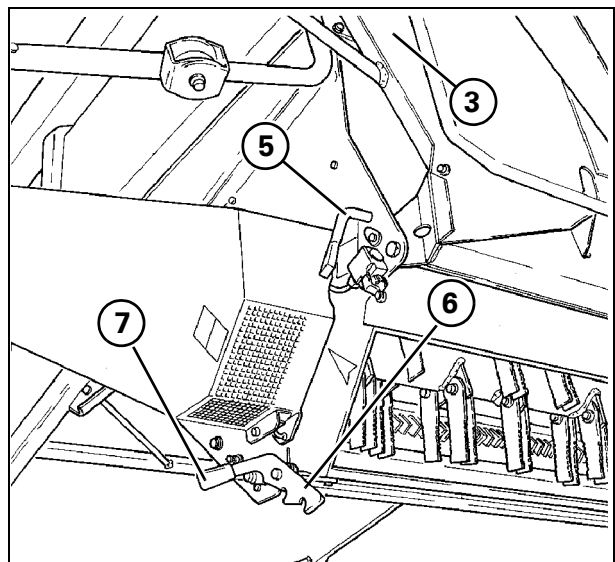

Рис. 24
При движении по дорогам ротор соломо-резки должен быть заблокирован, а разбрасыватель (3) должен находиться в рабочем положении, как показано на Рис. 23. При буксировке комбайном прицепа жатки разбрасыватель (3) должен быть направлен вверх, как показано на Рис. 24. Для того чтобы поднять разбрасыватель вверх, отпустите блокировочное устройство (6) при помощи рычага (7), поверните разбрасыватель (3) вверх и закрепите его при помощи блокировочного устройства (5).